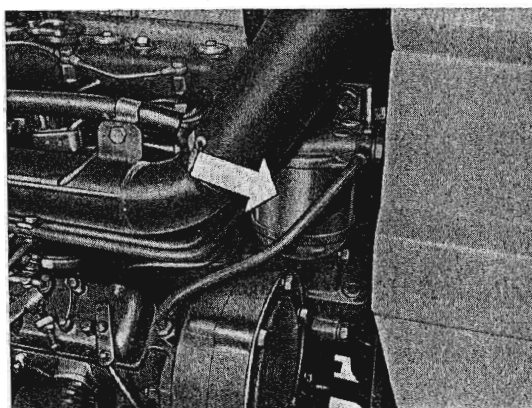

Fig. 15. - Secondo filtro combustibile (di sicurezza).
- **Filtri del combustibile** - Si raccomanda di sostituire la cartuccia del filtro combustibile (operazione n. 21) ogni 400 ore di lavoro ed ogni qualvolta si verifichino difficoltà d'alimentazione. Se dopo aver sostituito questa cartuccia le difficoltà d'alimentazione persistono, sostituire anche la cartuccia del filtro di sicurezza (fig. 15).